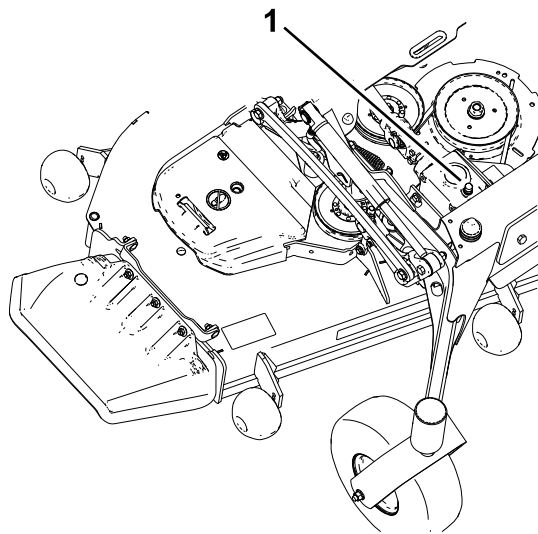

Figure 51
5. Retirez le bouchon de remplissage-jauge au sommet du boîtier d'engrenages et vérifiez que le niveau de lubrifiant se situe entre les repères sur la jauge (Figure 51)
5. Retirez le bouchon de remplissage-jauge au sommet du boîtier d'engrenages et vérifiez que le niveau de lubrifiant se situe entre les repères sur la jauge (Figure 51).